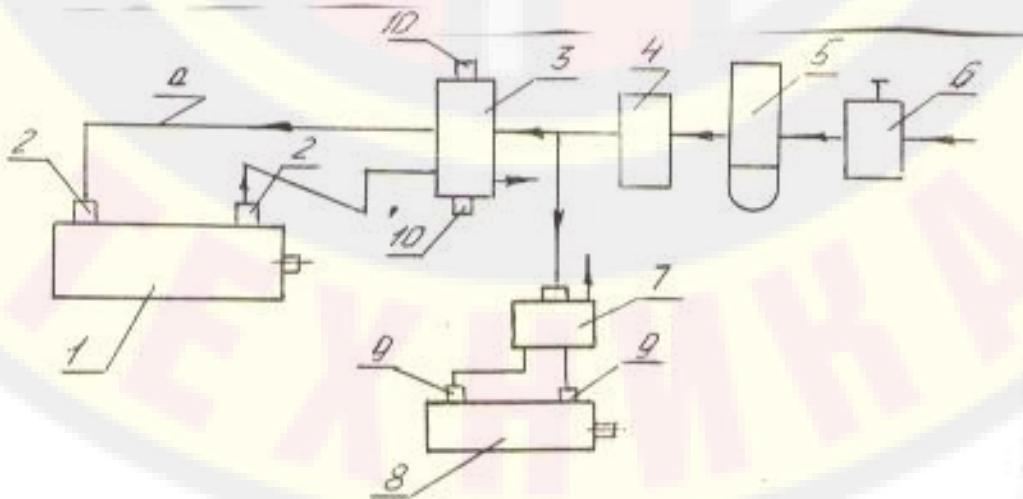

Рис. 2.
- 4.3. Пневматическая система состоит (см рис. 2):
- 5.3.8. Подключить пневмоцилиндр согласно схемы пневматической рис. 2 и схемы подключения шкафа управления рис.5.
Сжатый воздух подается на редукционный клапан (поз. 6 рис.2), где маховиком клапана устанавливается давление в пневмосистеме 4-5 кг/см2. Из редукционного клапана воздух поступает на очистку от влаги (поз.5 рис.2), далее насыщается маслянистыми парами (поз.4 рис.2) и подается в пневмораспределитель, который в зависимости от электрического сигнала, подаваемого на соленоид, подает воздух в пневмоцилиндр по магистрали (а) или соединяет магистраль с атмосферой.